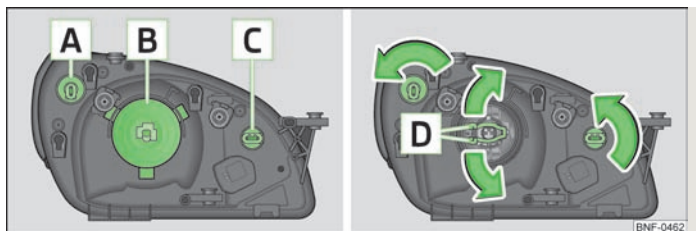

Abb. 120 Scheinwerfer links - Motorraum: Anordnung / Lampenusbau
- A - Blinklicht vorn » Abb. 120
- » Den Lampenhalter » Abb. 120 bis zum Anschlag **entgegen dem** Uhrzeigersinn drehen und herausnehmen.
- » Den Stecker an der Glühlampe » Abb. 120 abziehen.